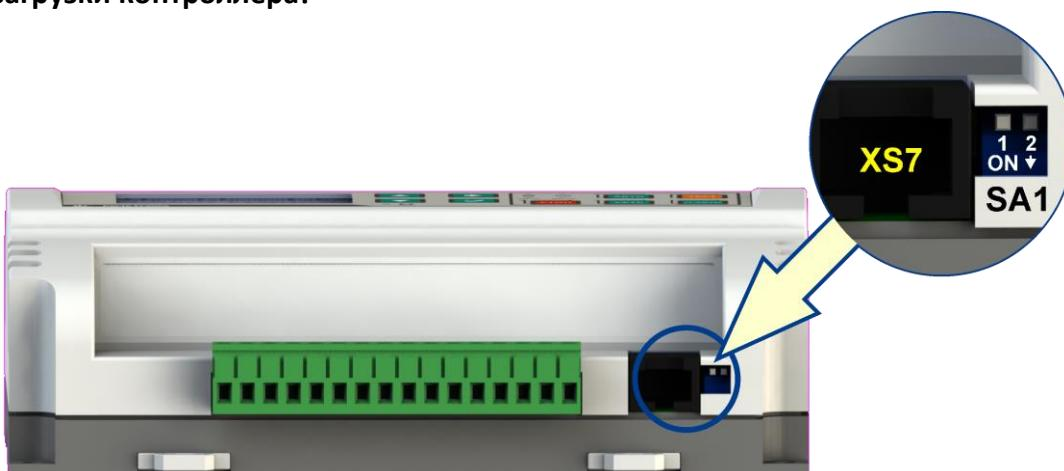

Рис. 5.23. Разъём XS7 и группа переключателей SA1 коммуникационного порта
SMS пароль используется в SMS командах (п. 5.11.2.1) для управления контроллером посредством GSM модема (п. 5.11.2), который может быть подключен к внешнему порту контроллера (разъем XS7, рис. 5.23). Для изменения пароля необходимо сначала ввести текущий пароль (рис. 5.19, а), используя кнопки [БОЛЬШЕ] или [МЕНЬШЕ], и подтвердить его нажатием кнопки [OK], а затем необходимо ввести новый пароль (рис. 5.19, б) и нажать кнопку [OK]. Начальный пароль по умолчанию - 0000.
Обмен данными контроллера с внешними устройствами осуществляется через коммуникационный интерфейс RS-485 (разъём XS7, рис. 5.23). Настройки коммуникационного порта определяются параметрами P100 - P103, а тип подключаемого устройства, протокол или сервис определяется параметром P104 в том случае, если переключатель SA1.2 (рис. 5.23, табл. 5.12) находится в верхнем положении (OFF). Если же переключатель SA1.2 находится в нижнем положении (ON), то настройки коммуникационного порта будут соответствовать параметрам по умолчанию, независимо от значений параметров P100 - P104 (табл. 5.10).